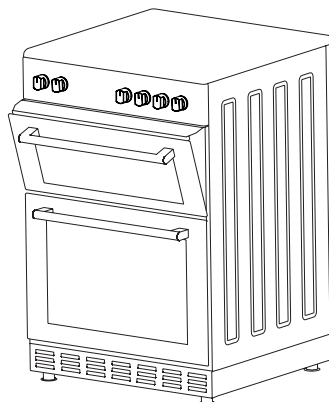

Рис. 33
4. Затем закрепите защитную панель между духовкой и передней крышкой, осторожно закрыв крышку. (рисунок 33)